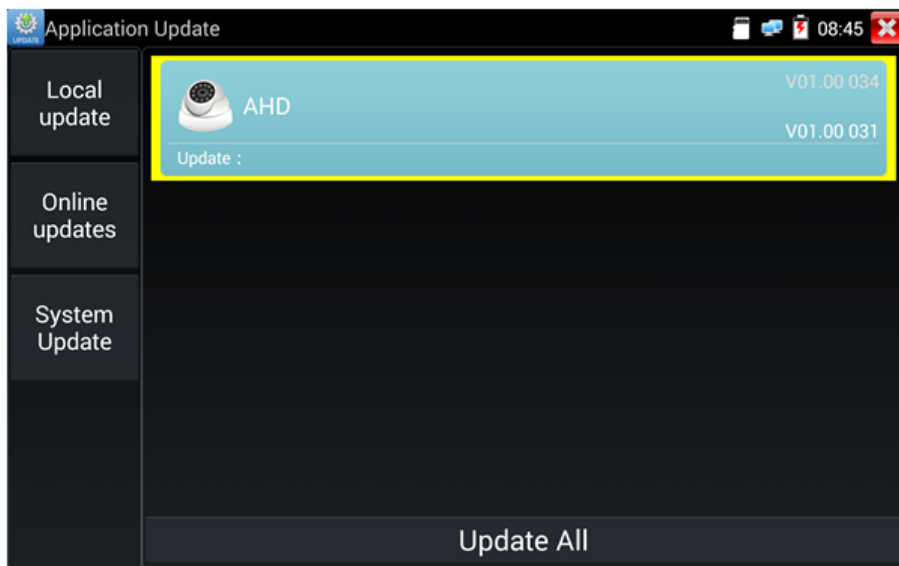

Рис. 173 Интерфейс приложения Update, оффлайн обновление
1. Скопируйте файл прошивки, заранее скачанный с сайта WWW.TEZTER.RU на карту памяти в директорию Update. Если такой директории на карте памяти нет, создайте ее самостоятельно. Найдите ярлык приложения Update (Обновление прошивки) на рабочем столе тестера и запустите его, рис. 173